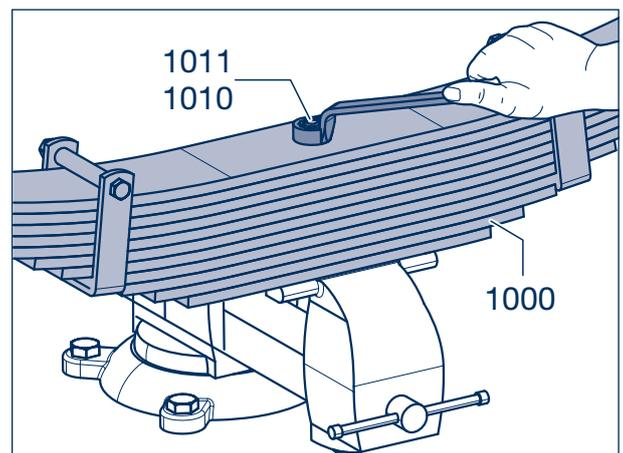

Figure 2
- [8] Insérez une vis à tête hexagonale et serrez l'écrou (figure 2/flèche) au couple de serrage prescrit de 163 Nm.